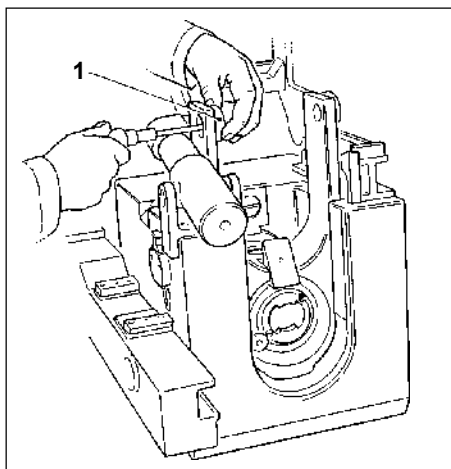

Fig 8-8. Retirada dos pinos charneira
(6) Rodar as travas dos pinos charneira de 180°, retirando-os pela direita. (Fig 8-8)